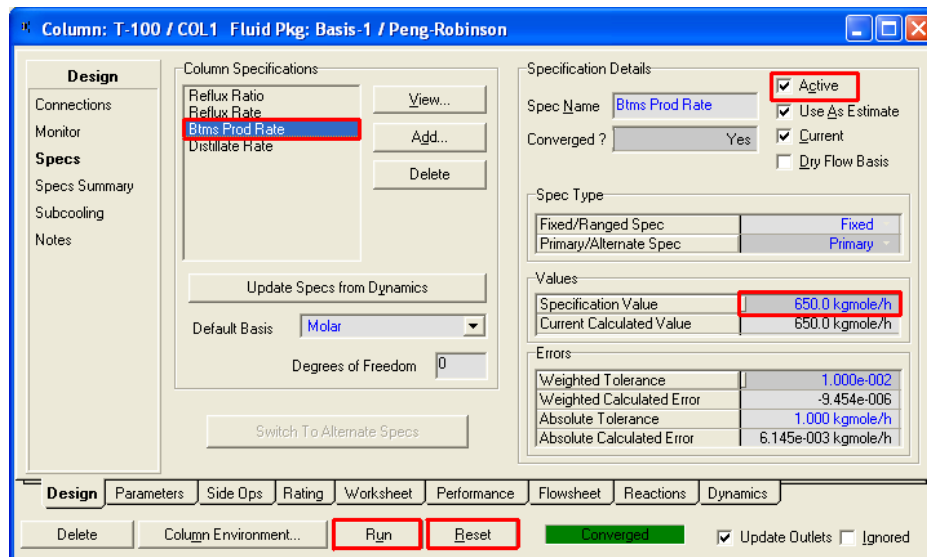

Fig.VII.8
- Dans la colonne **Column Specification**, activer **Btms Prod Rate** et entrer 650 kgmole/h dans le champ **specification value** → Figure VII.8.